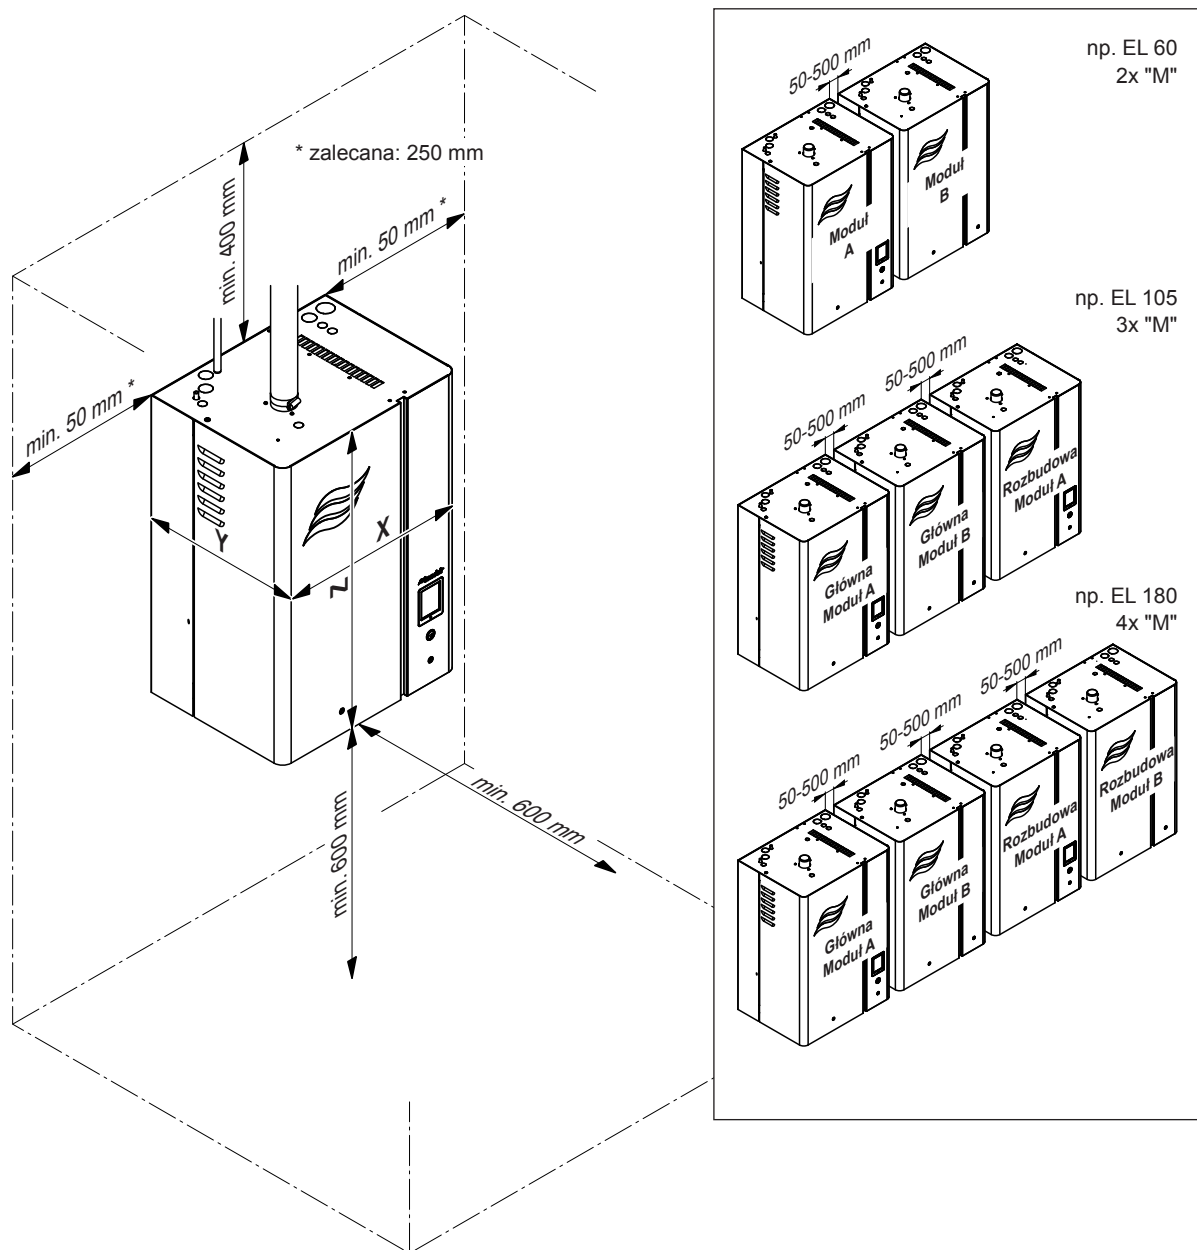

Fig. 9: Odległości, które trzeba zachować
- Zamontować Condair EL w taki sposób, aby zapewnić **wygodny dostęp** do urządzenia i wystarczającą ilość miejsca na czynności serwisowe. Przestrzegać należy minimalnych odległości podanych na Fig. 9.
- Aby wykorzystać kable dostarczone z jednostkami podwójnymi i systemami łączonymi Linkup jednostki należy zamontować na tej samej wysokości, z odległość pomiędzy nimi wynoszącą min. 50 mm do maks. 500 mm Fig. 9.